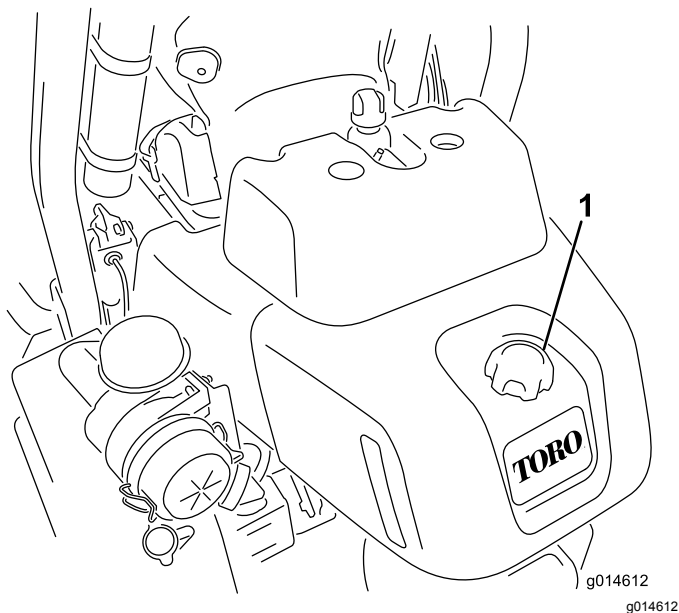

Figura 29
1. Pulite attorno al tappo del serbatoio del carburante (Figura 29).